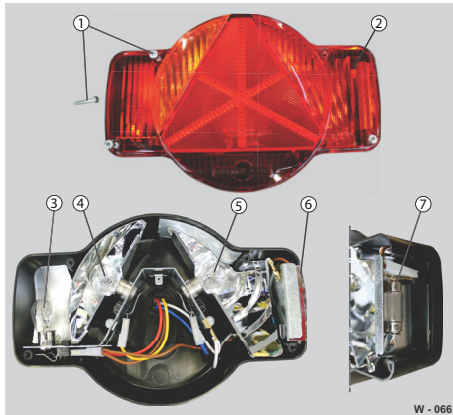

Abb. 68 Humbaur-Heckleuchte, horizontal
- ▶ Kreuzschlitzschrauben (Abb. 68/1) lösen und die Lichtscheibe (Abb. 68/2) vorsichtig abnehmen.